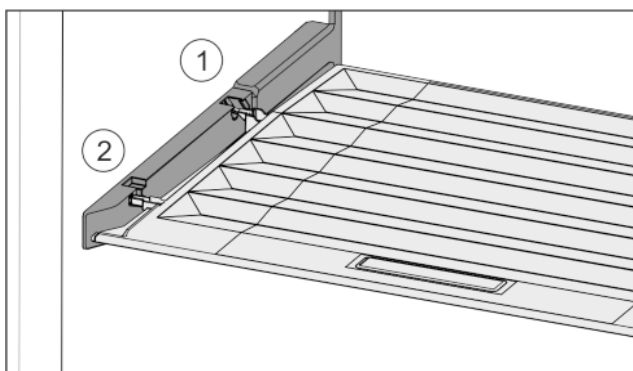

Fig. 29
- ▶ Inserire le nervature del coperchio attraverso l'apertura del supporto posteriore Fig. 29 (1) e innestare anteriormente nel supporto Fig. 29 (2).